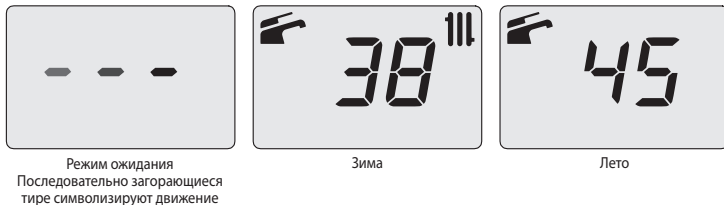

Рисунок 3.3
• Подключите котел к электропитанию при помощи двухполюсного выключателя, предусмотренного при установке. На ЖК-дисплее будет показано состояние котла (последнее сохраненное в памяти) (Рисунок 3.3).